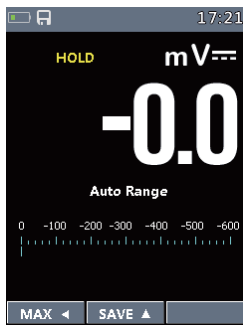
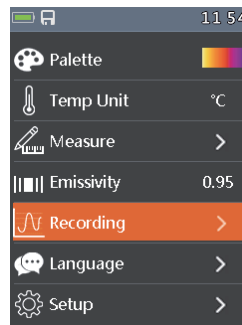

Abb.130
Abb.131
- Drücken Sie bei einer Messung auf dem Display (Abb. 130) das Tastenmenü, um das allgemeine Menü des Instruments aufzurufen (Abb. 131).